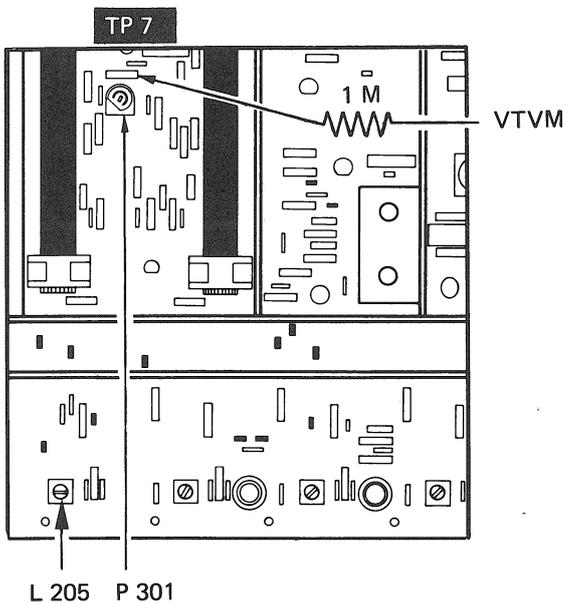

Bild 4.12.-1
ZF-Übertrager L 205 auf Minimum Klirr abgleichen (siehe Bild 4.12.-1)
An Testpunkt 7 (siehe Bild 4.12.-1) ist ein Widerstand 1 M direkt anzuschliessen; VTVM (DC) an diesem Widerstand anschliessen.
Symmetrie-Potentiometer P 301 (siehe Bild 4.12.-1) auf VTVM-Anzeige Null abgleichen.